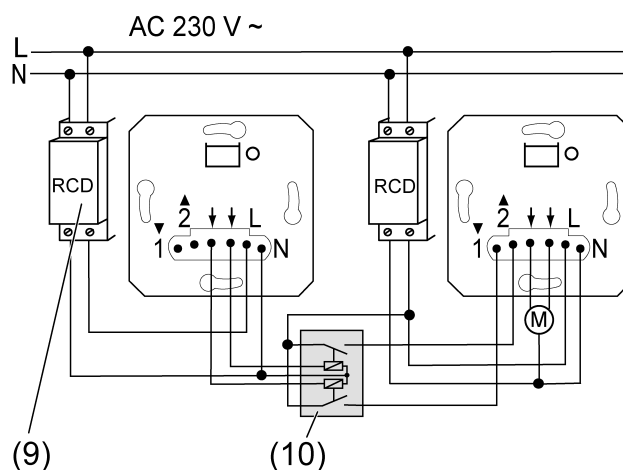

Bild 5: Anslutningsexempel två RCD-kretsar
- Anslut enheterna enligt anslutningsexemplet (Bild 5).